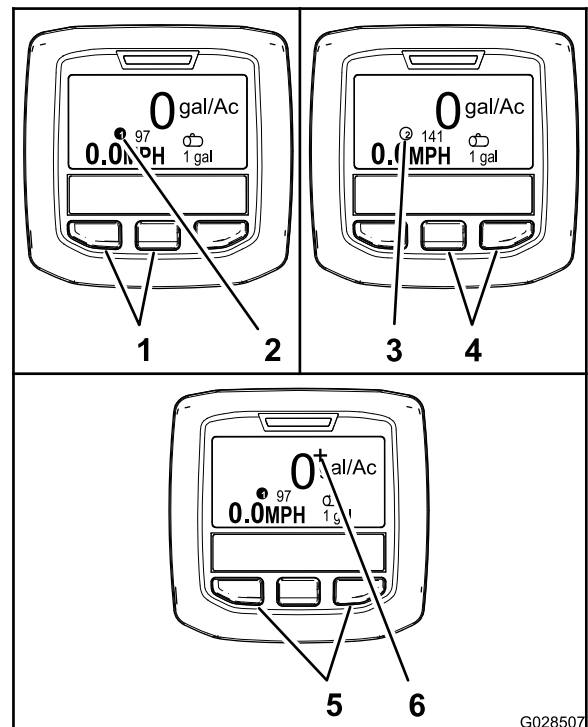

Figura 56
- Para seleccionar el caudal de aplicación 1, pulse los dos botones de la izquierda del InfoCenter (Figura 56).
- Para seleccionar el caudal de aplicación 2 (caudal de aplicación), pulse los dos botones de la derecha (Figura 56).
- Para aplicar temporalmente un aumento del caudal, mantenga pulsados los dos botones exteriores (Figura 56).